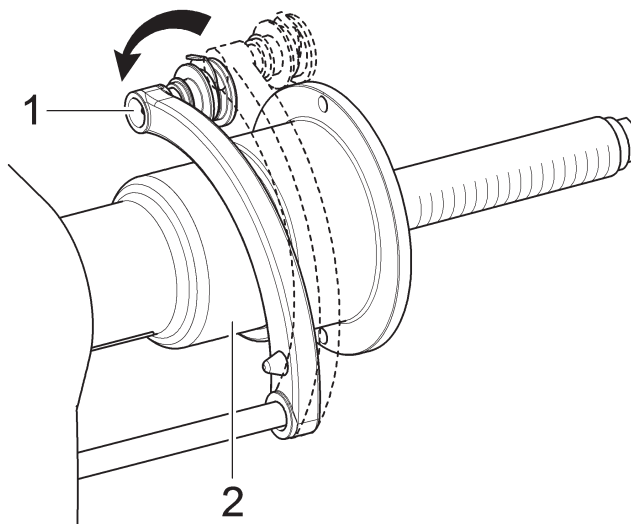

Fig. 45
En portant plusieurs fois les bras de la tige (Fig. 45 Réf. 1) à contact avec le mandrin (Fig. 45 Réf. 2), le programme fait alterner cycliquement « STATIQUE », « STATIQUE 1 » et « STATIQUE 2 », pour recommencer ensuite depuis le début.
2. lorsqu'on porte la pince d'application poids à contact avec la partie interne de la jante (2 points de contact) (voir Fig. 45) on sélectionne le programme « ALU-S » ;
En portant plusieurs fois les bras de la tige (Fig. 45 réf. 1) à contact avec le mandrin (Fig. 45 réf. 2), le programme fait alterner cycliquement « ALU-S », « ALU-S1 » et « ALU-S2 », pour recommencer ensuite depuis le début.
1. retirer le bras pige distance-diamètre et amener la pince d'application des poids en contact avec la partie intérieure de la jante comme indiqué sur la Fig. 45;